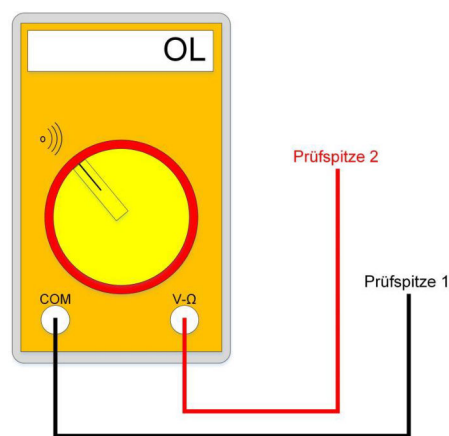

Abbildung 16: Multimeter für Kurzschlussstest.
2. Es soll nun messtechnisch geprüft werden, ob auf der Stromversorgung ein Kurzschluss vorliegt. Dazu benötigt man ein so genanntes Multimeter, welches verschiedene Grössen wie Strom, Spannung und Widerstand messen kann. Für diese Messung soll das Multimeter auf Kurzschlussstest (siehe Abb. 16) eingestellt werden. Führe nun die beiden Messspitzen an die Anschlüsse des Kondensators C3 (**roter Anschluss ans Plus, schwarzer Anschluss ans Minus**). Wenn das Multimeter nicht konstant piept (bzw. auf dem Display nicht 0Ω steht), liegt kein Kurzschluss vor. Wiederhole dieselbe Messung am Kondensator C2.